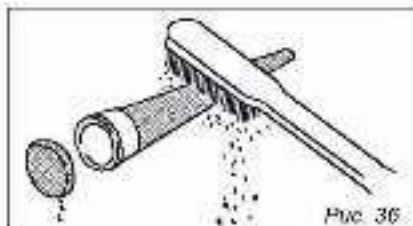

Рис. 36
3. Очистите нагар на экране глушителя и искрогасителе с помощью проволочной щетки, рис. 36.